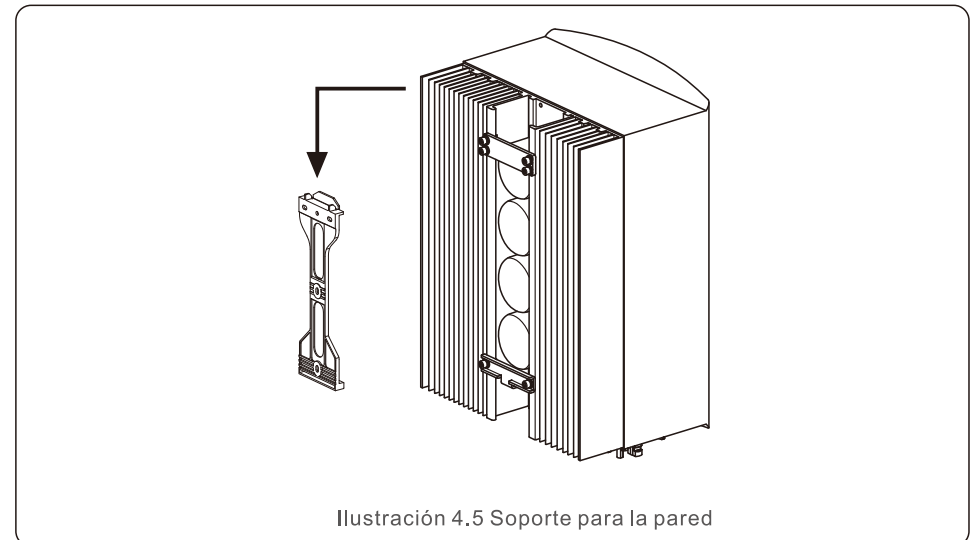

Ilustración 4.5 Soporte para la pared
2. Levantar el inversor (con cuidado para evitar cualquier tipo de lesión física) y alinear el soporte trasero del mismo con la parte convexa del soporte fijado a la pared. Colgar el inversor del soporte de la pared, asegurándose de que queda bien sujeto (ver Ilustración 4.5).